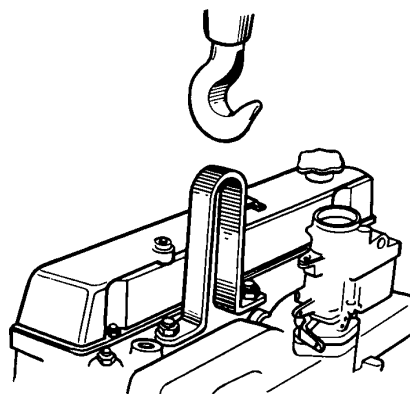

Рис. 4.83. Снятие двигателя с автомобиля
15. Установите специальную скобу на вторую и четвертую шпильки головки блока цилиндров (рис. 4.83), считая от переднего торца блока.